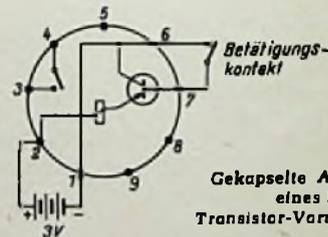

Bild 2. Gekapselte Anordnung eines Relais mit Transistor-Verstärker
Soll die Relaiserrögerung durch Schließen eines äußerst schwach belastbaren Kontaktes (z. B. Zeigerkontakt eines Meßinstrumentes) erfolgen, empfiehlt sich die Verwendung der Type 595 HS (B). Sie arbeitet mit einer einzigen Spannungsquelle von 3 V=. Solange der Erregerkreis offen ist (keine Verbindung zwischen den Sockelstiften 6 und 7 in Bild 2), fließt ein vernachlässigbar kleiner Strom (wenige  $\mu\text{A}$ ), der bei geschlossenem Erregerkreis auf 4 mA - bzw. auf 40 mA im Relaiskreis - ansteigt. Ausführung B verfügt nur über einen Arbeitskontakt, dessen Belastbarkeit der Ausführung A entspricht.